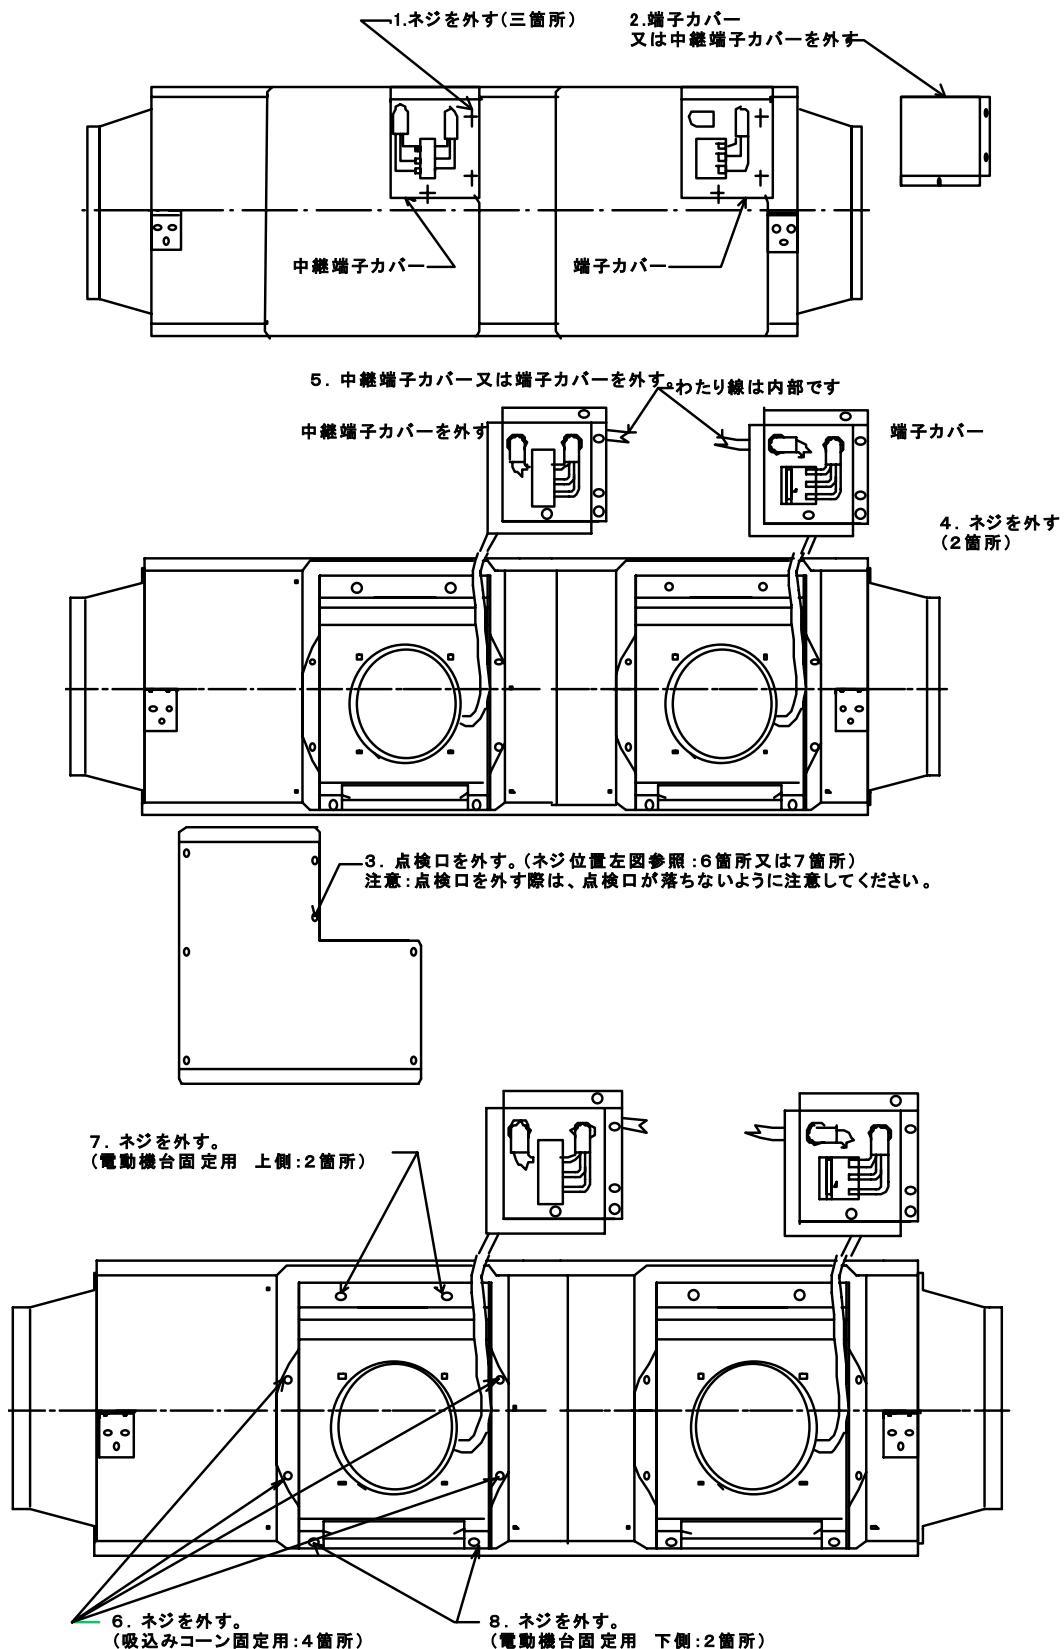
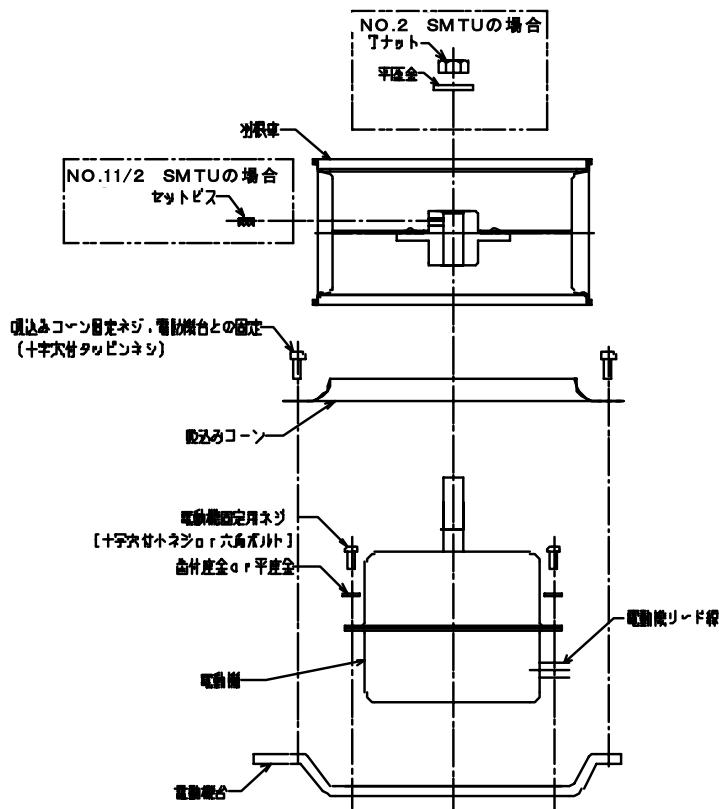

図8 ファン点検口開放方法 及び 内部ファン点検方法
図9 内蔵ファン分解図
下記に分解の手順を示します。本ファンは標準仕様ですが、特殊仕様のものもありますので注意して読んでください。また、図8、9を参考にしながら、作業を行ってください。
- (2) 端子箱カバーを外し、速結端子台の電源側からの線を外してください。この時、確実に電源が切れていることを確認してから作業をしてください。…図8参照
- (3) 点検口蓋と端子箱台を外してください。…図8参照（速結端子台は、外さないでください。）
- (4) 電動機台固定用ねじ、吸込みコーン固定用ねじを外してください。このねじを全て外しますと内蔵ファンが取り外すことができますが、最後のねじを外す際は、内蔵ファンが急に動きますので注意してください。
- …図8参照
- (5) 内蔵ファンの羽根車を外す際は、セットビスが羽根車についていますので、緩めて外してください。
- …図9参照（羽根車は、傷つけないように注意してください。）
- (6) 内蔵ファンの電動機を外す場合は、(5)にて羽根車を外し、吸込みコーンを外した状態で、電動機固定用ねじを外してください。…図9参照
(分解の要因に応じて、図8の手順1.~8.に従って分解してください。)